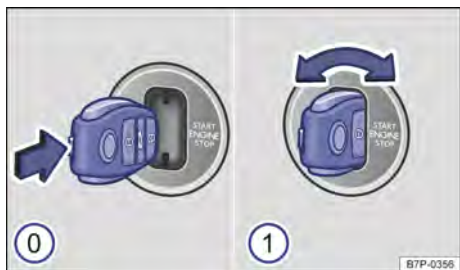

Fig. 136 Ao lado do volante: posições da chave do veículo no cilindro da ignição.
3. Girar a chave do veículo brevemente no sentido horário ou no sentido anti-horário → Fig. 136 ① e soltar.	Pressionar o botão de partida → Fig. 137 brevemente – não acelerar e soltar. Para ligar o motor, deve haver uma chave do veículo válida no interior do veículo.